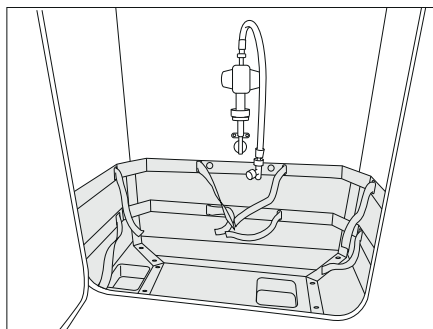
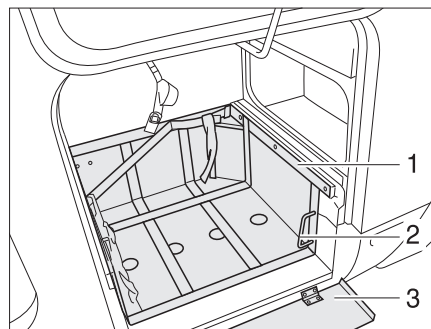

Fig. 223 Vano portabombole
Fig. 224 Vano portabombole, con carrello estraibile
- Se è disponibile una lamiera di protezione (Fig. 224,3), ribaltare la lamiera verso il basso.
- Sbloccare la slitta (Fig. 224,1) con maniglia (Fig. 224,2).
- Estrarre interamente la slitta (Fig. 224,3).
- Riportare indietro la maniglia (Fig. 224,2).
- Sbloccare la slitta (Fig. 224,3) con maniglia (Fig. 224,2).
- Inserire del tutto la slitta (Fig. 224,3) e riportare indietro la maniglia (Fig. 223,2).
- Se è disponibile una lamiera di protezione (Fig. 224,1), ribaltare la lamiera verso l'alto.